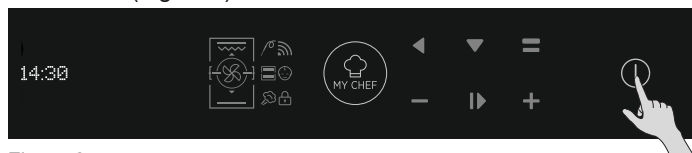

Figura 3
- Al primo utilizzo è necessario eseguire una procedura di installazione per poter usare il forno. Premere ON/OFF per continuare. (Figura 3)